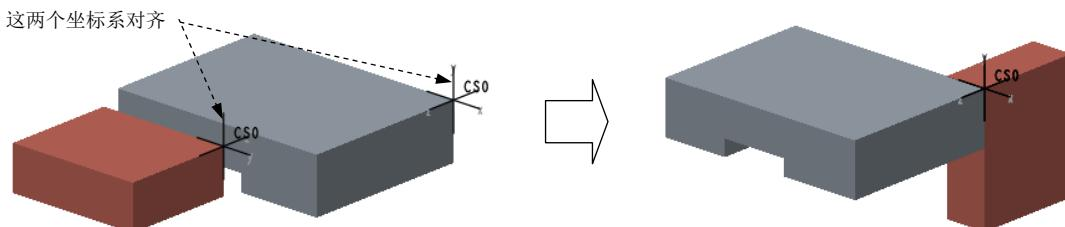

图3.9.1 创建焊缝(Weld)连接
Step4. 引入第二个元件WELD02.prt，并将其调整到图3.9.1所示的位置。
(1) 在连接列表中选取**焊缝**选项，此时系统弹出“元件放置”操控板，单击操控板菜单中的**放置**选项卡。
(2) 定义“坐标系”约束。选取图3.9.1所示的两个坐标系为约束参考，此时**放置**界面如图3.9.2所示。